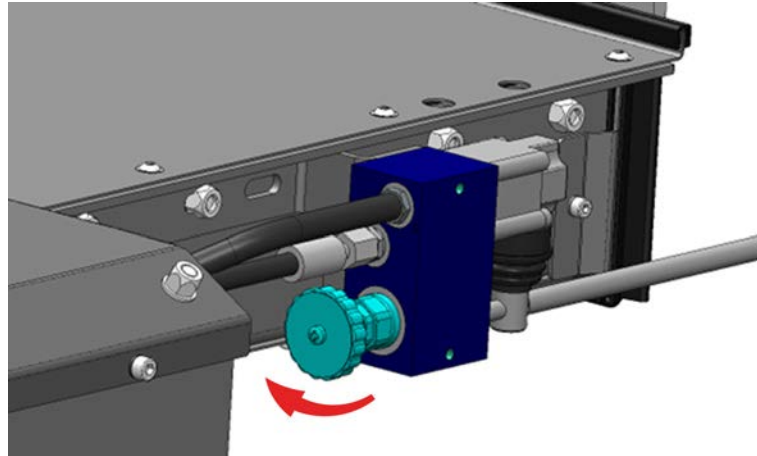

Abbildung 34: Ablassventil schließen
- ⇒ Schließen Sie das Ablassventil durch Drehen des Handrads nach rechts, sobald sich die Plattform auf das gewünschte Niveau abgesenkt hat (siehe Abbildung 34).